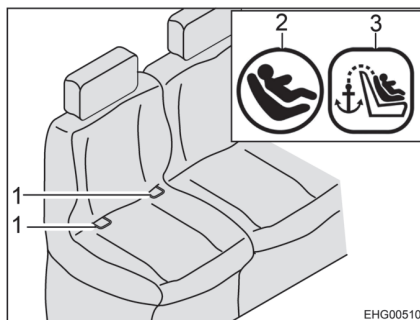
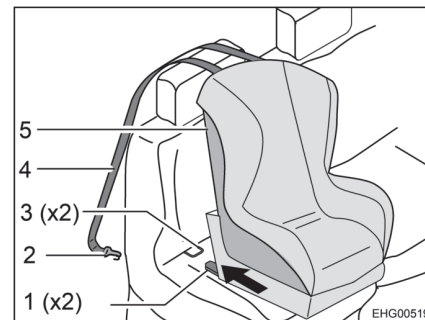

Fig. 14 Sedile con Isofix
Fig. 15 Fissaggio con Top Tether
- Innestare i braccetti di ritenuta (Fig. 15,1) nella staffa di supporto (Fig. 14,1 e Fig. 15,3). Al momento dell'innesto dovrebbe essere possibile sentire un "clic".
- Scuotere con decisione il seggiolino per bambini (Fig. 15,5) per verificare che sia ben fissato.
- Portare la cintura Top Tether (Fig. 15,4) sul poggiatesta del sedile.
- Agganciare il gancio di fissaggio (Fig. 15,2) al punto di ancoraggio sul retro del sedile del veicolo.